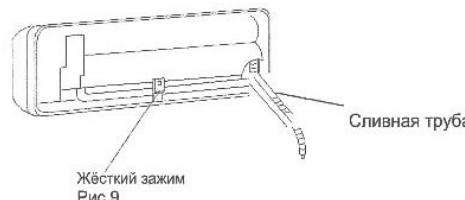

Рис.9
См. рис. 9.
2. Подсоединение левой задней трубы (аналогично левой нижней трубке). (дополнительно, см. рис. 9)